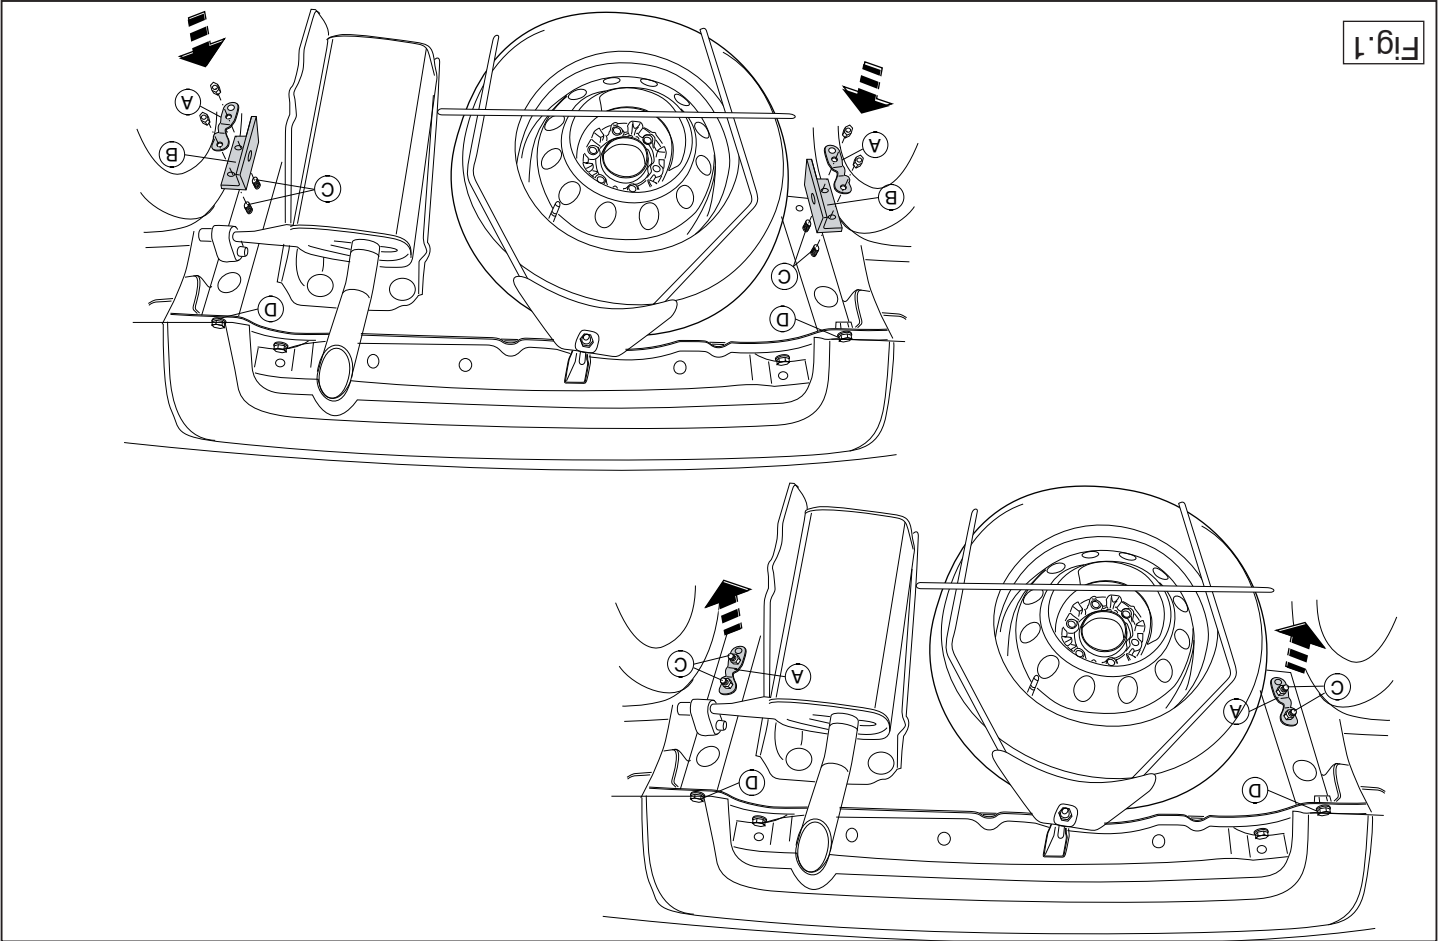

Fig. 1
1. Remove supports A at the left and right. See figure 1.
2. Position supports A and B and attach them at points C, fitting the whole thing finger-tight. See figure 1.
1. Die Halterungen A links und rechts abmontieren. Siehe Abbildung 1.
2. Die Halterungen A und B anlegen und bei den Punkten C halbhaft anbringen. Siehe Abbildung 1.
1. Démonter les supports A à gauche et à droite. Voir la figure 1.
2. Positionner les supports A et B et les fixer aux points C, monter l'ensemble sans serrer. Voir la figure 1.
1. Снять кронштейны А слева и справа. См. рисунок 1.
2. Установить кронштейны А и В и закрепить их в точках С, затянув крепежный материал не до конца. См. рисунок 1.